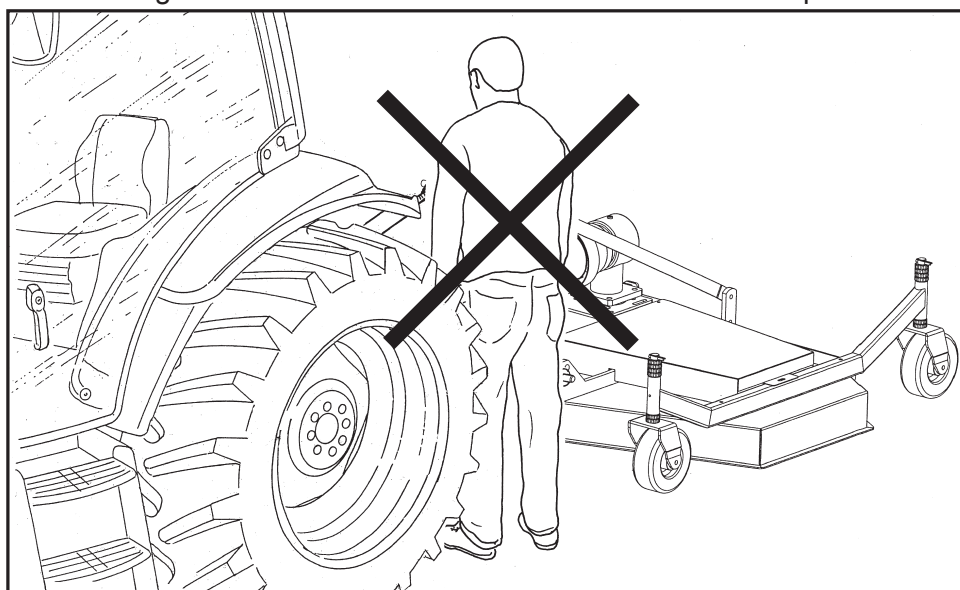

Fig. 4
- Non introdursi tra macchina e trattoria (**Fig. 4**), soprattutto quando questa è accesa; un qualsiasi movimento o azionamento anche accidentale della trattoria esporrebbe la persona ad un grave rischio di trascinamento e schiacciamento con conseguenze anche mortali.
- Do not stand between the machine and the tractor (**Fig. 4**), especially when it is switched on; any movement, even accidental, will expose the person to serious risk of being dragged and crushed, with even mortal consequences.